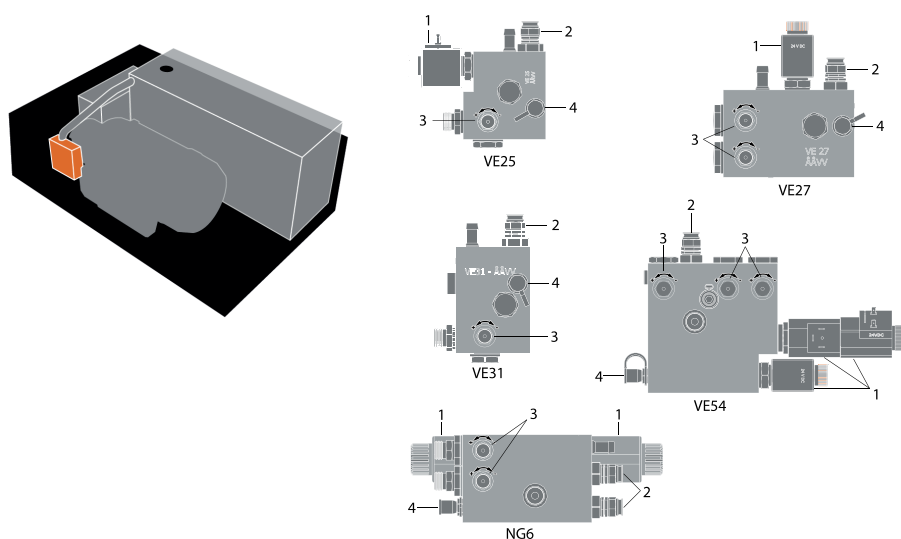

Figure 25 Le distributeur est monté sur le groupe hydraulique. Il existe différents types de distributeurs selon le produit et sa configuration
1. Il existe différents types de distributeurs selon le produit et sa configuration. Identifiez le type de groupe hydraulique de votre produit. Voir figure 25.
2. Connectez un manomètre adapté sur la sortie. Voir rep. 4, figure 25. La sortie est équipée d'un capuchon protecteur qui doit être retiré avant connexion.